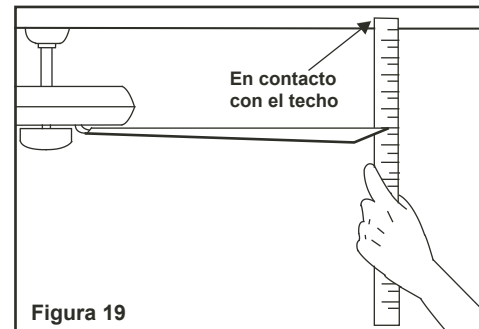

Figura 19
2. La mayoría de los problemas de oscilación se originan cuando los niveles de las aspas son desiguales. Revisar esté nivel por medio de seleccionar un punto del techo por encima de la punta de una de las aspas. Medir esta distancia como se muestra en la Figura 19. Rotar el ventilador hasta que la siguiente aspa esté ubicada para medición. procedimiento para cada aspa. Las medi repetir el das hacer fucional deben mantenerse dentro de 1/8 pulgadas (3mm).